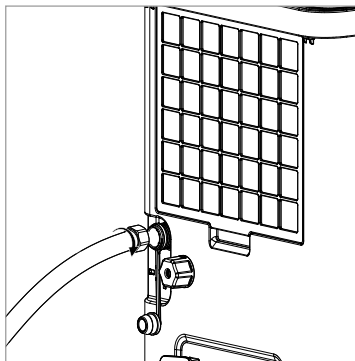

Abb. 4
- ◆ Schrauben Sie einen Gartenschlauch auf dem 3/4"-Gewinde der Wasseraustrittsöffnung 7, das als integrierter EU-Gartenschlauchadapter dient (siehe Abbildung 4).